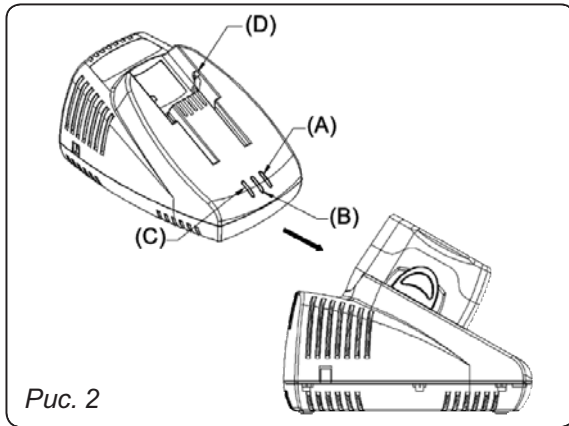

Рис. 2
Убедитесь, что напряжение электросети соответствует техническим данным, обозначенным на корпусе зарядного устройства. Подключите устройство в электросеть. Горящий оранжевый свет (A) (Рис. 2). показывает, что устройство готово к работе.